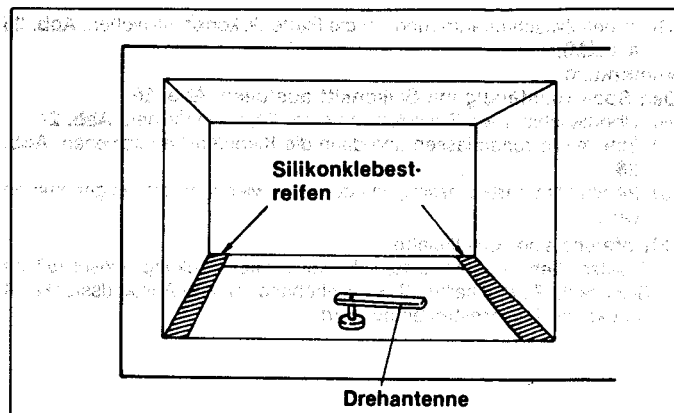

Abb. 21
- (A) Zunächst alle Teile der zerbrochenen Platte und den alten Silikonkitt restlos entfernen.
- (B) Zwei Streifen des Silikonklebebandes rechts und links über die Führungsschienen kleben. **Abb. 21.**